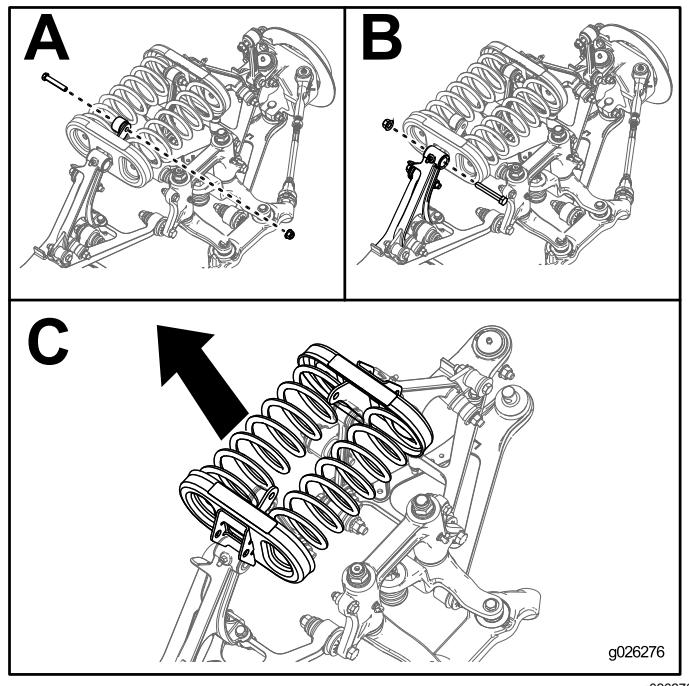

Figura 20
- Retire los pernos y las tuercas de los extremos de los brazos de estabilización (A de la figura Figura 20).
- Retire los pernos y las tuercas del brazo de control que sujetan cada soporte de muelle (B de la figura Figura 20).
- Retire los soportes de los muelles y los muelles de la máquina (C de la figura Figura 20).